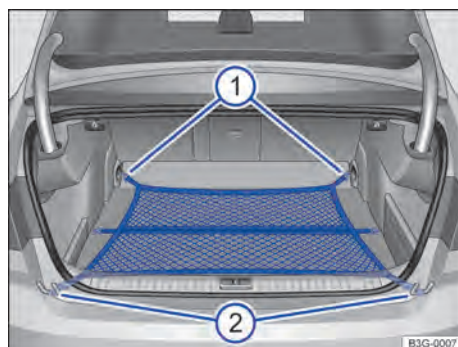

Fig. 208 No compartimento de bagagem: rede para bagagem presa de forma plana.
- Prender o gancho da rede para bagagem nos olhais de amarração → Fig. 208 ①. O zíper da rede para bagagem deve estar voltado para cima → ⚠.
- Enganchar os ganchos na outra extremidade da rede para bagagem nos olhais de amarração abaixo do canto do compartimento de carga → Fig. 208 ②.